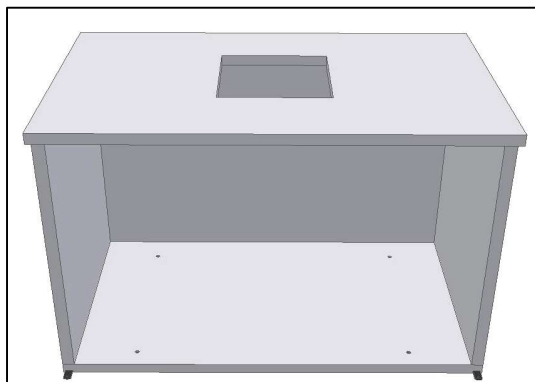

Abb. 6
- Bringen Sie die Abdeckpaneele auf den dritten Wänden in Position und befestigen Sie sie nur den Hakenverschlüssen mit der Rückwand (Abb.6);